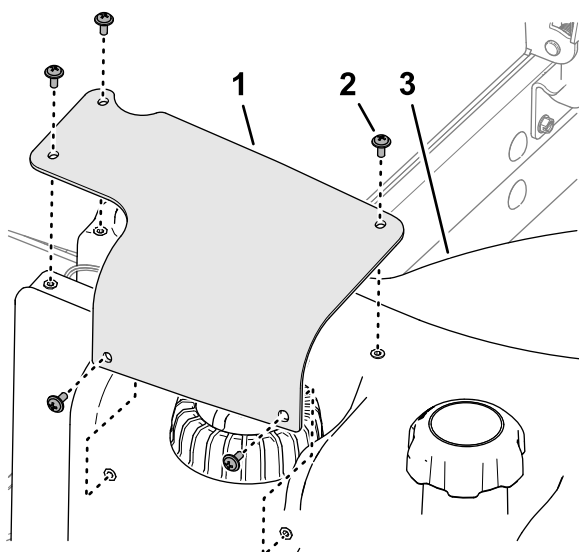

Figura 88
2. Retire los 5 tornillos Phillips que sujetan la tapa del sensor de combustible al depósito de combustible, y retire la tapa (Figura 88).